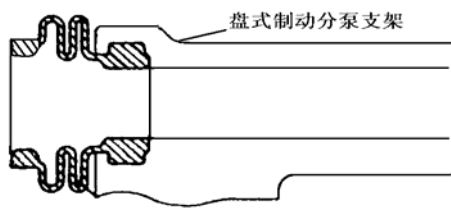

图 3—25
- 7) 拆卸后盘滑动销防尘套。从后盘式制动分泵支架上拆下2个防尘套，如图3—25所示。